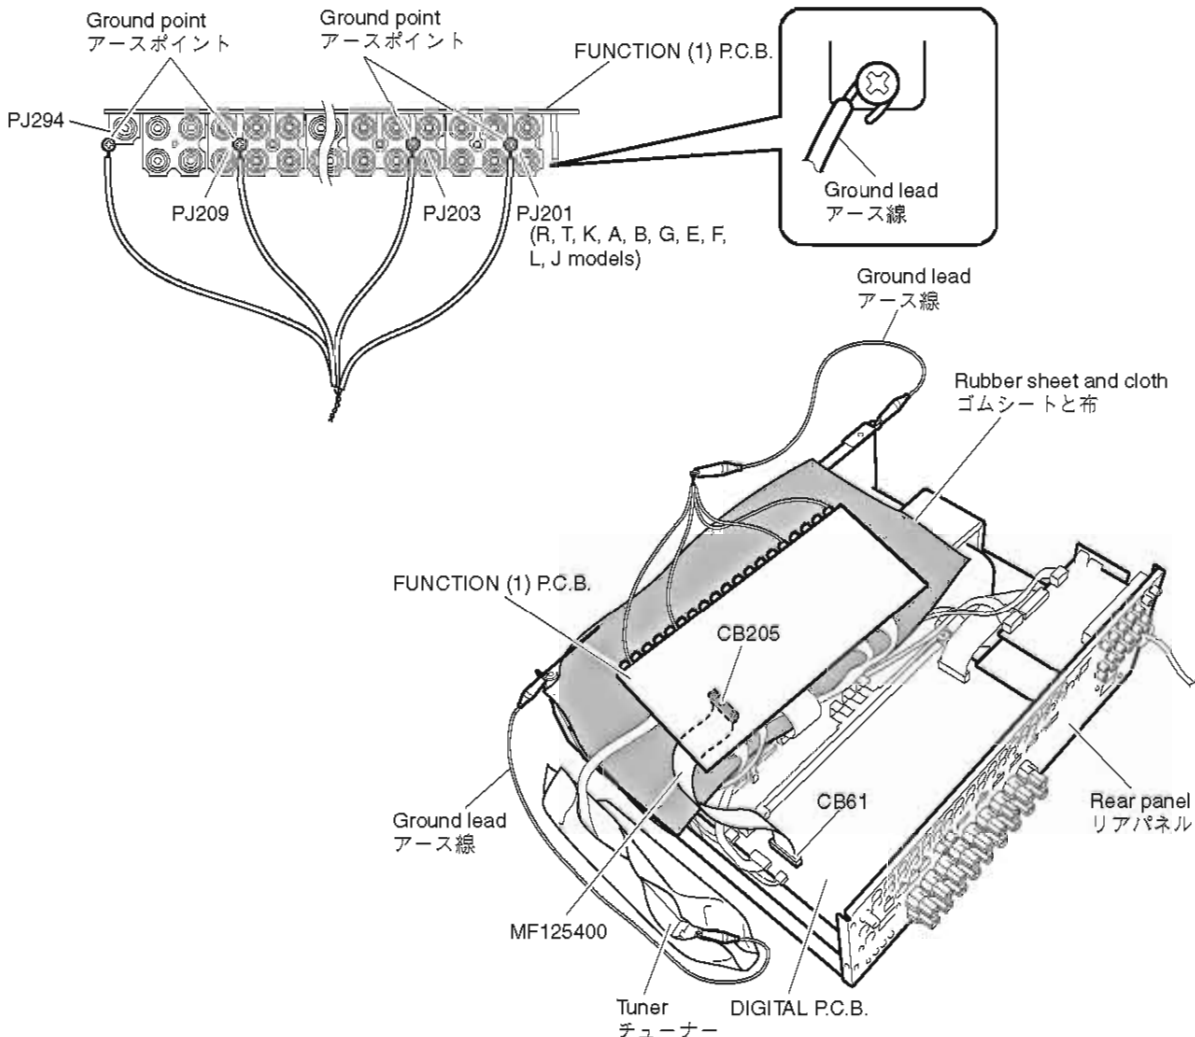

Fig. 9
- Put the rubber sheet and cloth over the equipment. Then place the FUNCTION(1) P.C.B. upside down on the cloth and check it. (Fig. 9)
- Be sure to use the extension cable for servicing for the following section. (Fig. 9)
- In this unit, the ground of P.C.B.s shown below is connected to the rear panel and chassis. When FUNCTION (1) P.C.B. is removed from the rear panel and chassis, connect the ground point to the rear panel or chassis, using a ground lead or the like. (Fig. 9)
- 本機の上にゴムシートと布を敷き、その上にFUNCTION(1)P.C.B.を裏返しに置いてチェックします。(Fig. 9)
- 次の区間は、サービス用延長ケーブルを使用してください。(Fig. 9)
- 本機ではP.C.B.のアースがリアパネルおよびシャーシに接続されています。FUNCTION(1)P.C.B.をリアパネルおよびシャーシより取り外した場合、リード線等でアースポイントをリアパネルまたはシャーシに接続してください。(Fig. 9)